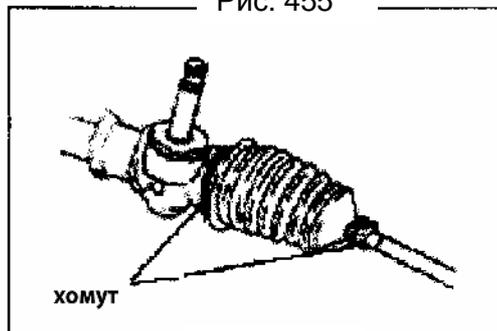

Рис. 456
2) Снимите хомуты пыльников (Рис. 456).